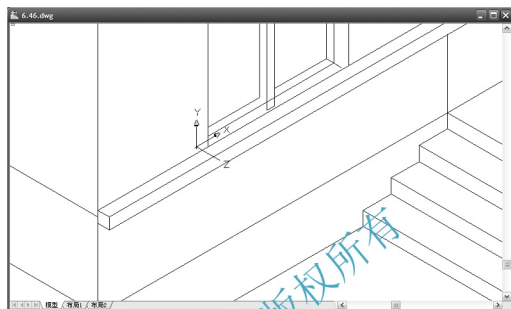

图 6.46 向 X 轴负方向移动 120mm 后的窗台线
(2) 用【移动】命令将窗台线向 X 轴负方向移动 120mm，结果如图 6.46 所示。